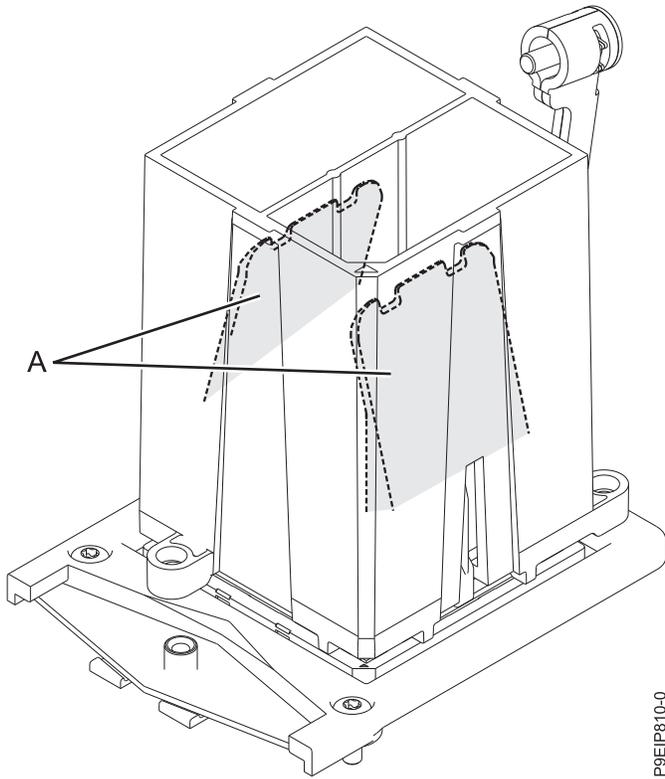

Figura 94. Extracción de la herramienta del módulo del procesador del sistema
8. Una vez alineadas correctamente las patillas de guía y los orificios del módulo del procesador del sistema y la herramienta, presione las dos pestañas de sujeción azules (A) y manténgalas presionadas hasta que se alcance un tope firme, como se muestra en la Figura 94 en la página 88. A continuación, levante la herramienta para sacarla del módulo del procesador del sistema.